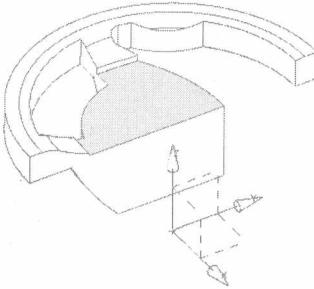
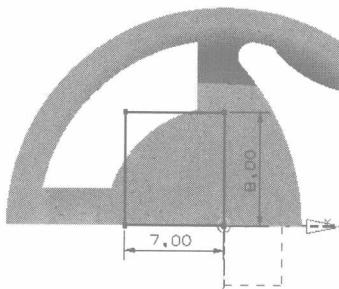
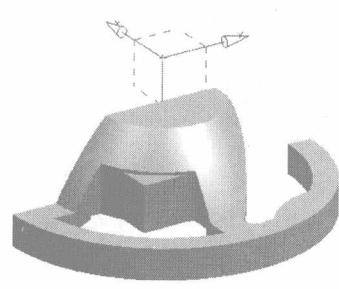

图1-16
图1-17
图1-18
- (1) 在菜单栏中选取【插入】/【设计特征】/【设计特征】命令，弹出【拉伸】对话框，激活【草图截面】，弹出【创建草图】对话框。
- (2) 设置类型为【在平面上】方式，选取图 1-16 所示的实体面作为草绘的平面，单击【确定】按钮进入草图，绘制图 1-17 所示的图形。
- (3) 在【草图生成器】工具条中单击【完成草图】按钮，退出草绘界面，返回【拉伸】对话框。
- (4) 在【限制】栏中设置拉伸的距离为“4.5”。
- (5) 在【布尔】栏中设置布尔运算方式为【求和】，单击【确定】按钮创建拉伸特征，如图 1-18 所示。